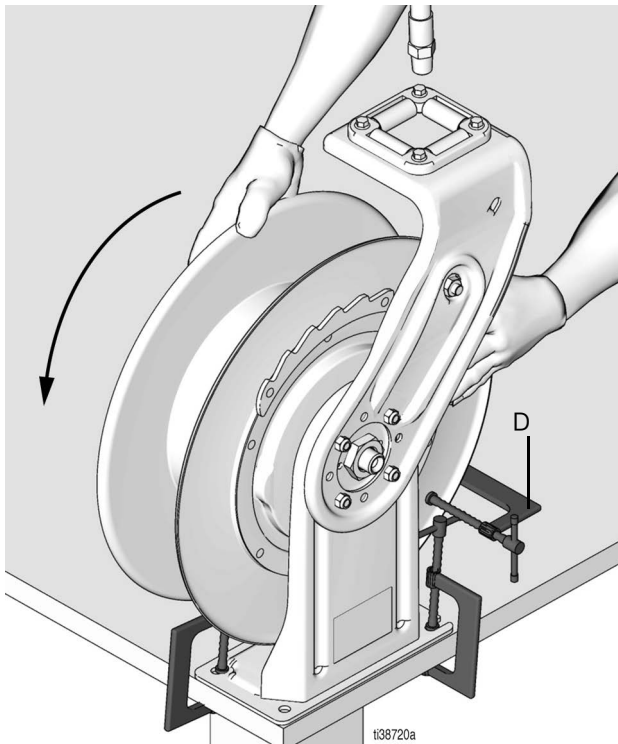
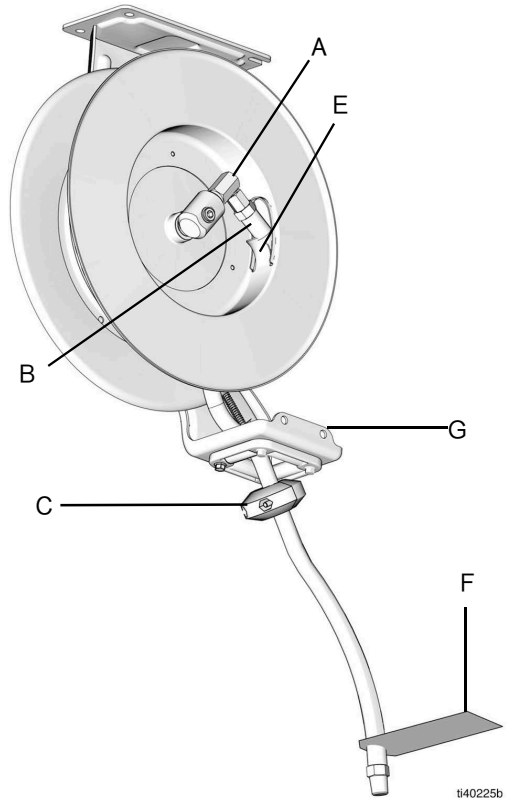
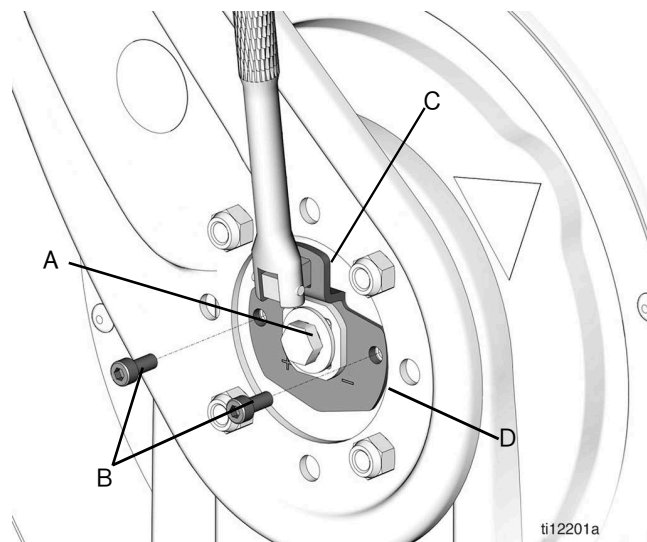

图 15
图 16
图 17
4. 戴上厚手套并用双手牢牢抓住卷盘法兰的外边缘。将转轴绕正确的圈数（请参见步骤 1 中的参考表）、按图 15。
- 在可以接近软管转环 (A) (图 16) 和卷盘可以牢固锁定的位置停止卷盘。
5. 在安装软管之前、将 C 型夹板 (D、图 15) 装在卷盘法兰上、以防止卷盘意外脱锁和自由旋转。
7. 将软管塞 (C) (图 16) 安装到软管末端。如果软管有一个警告标签 (F)、则软管塞应装在警告标签的同一段。
8. 将软管端头 (B) 穿过软管导向架 (G)、再穿过卷盘上的孔 (E) (图 16)。
9. 将软管端头 (B) 装在软管卷盘的旋转接头 (A) 上。
10. 然后小心地卸下 C 型夹板 (D) (图 15)、
注意：参考以下说明上使用的字母、参见 图 17。
注意：以下说明中的参考字母是指图 16 和图 17.